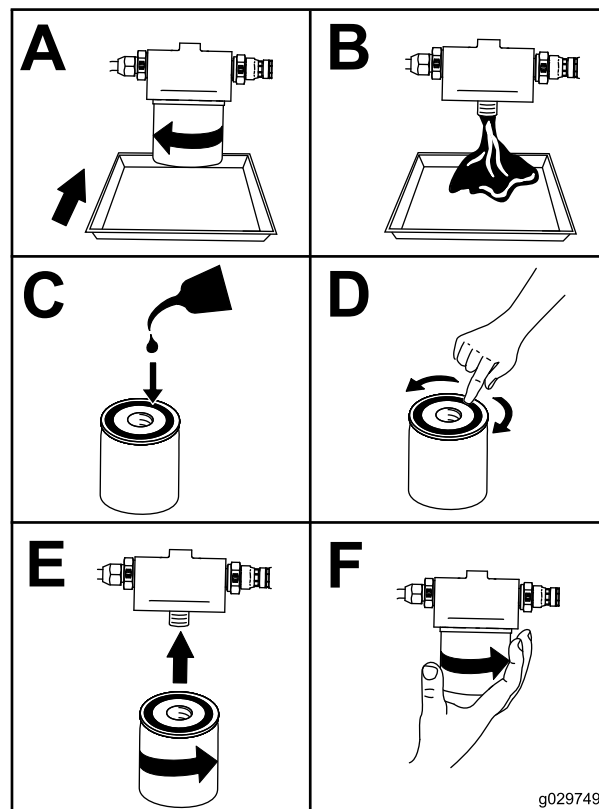

Figura 47
4. Cambie el filtro de aceite (Figura 47).